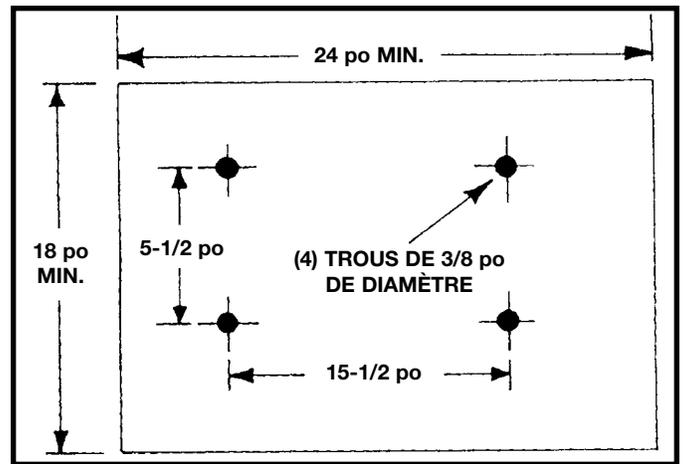

Fig. 17
3. Une autre méthode de fixation de la ponceuse à une surface portante est de fixer sa base à un panneau d'une taille minimale de 18 po x 24 po. Le schéma présenté à la figure 17 illustre la dimension des trous et les entraxes des trous à percer dans le panneau de fixation. **REMARQUE :** Pour une bonne stabilité, les trous dans le panneau de fixation doivent être fraisés à la partie inférieure afin que la tête des vis se trouve en affleurement avec la surface inférieure du panneau.